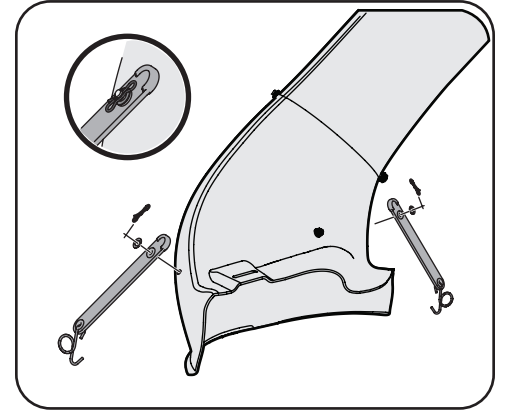

Figura 4-12
- Instale las correas de goma del canal, del paquete de elementos de ferretería 689-00579, sobre el codo del canal utilizando el pasador de horquilla (711-05063), la arandela (736-0204) y el pasador de chaveta con unión curva (714-04040) del paquete de elementos de ferretería. Vea la Figura 4-12.